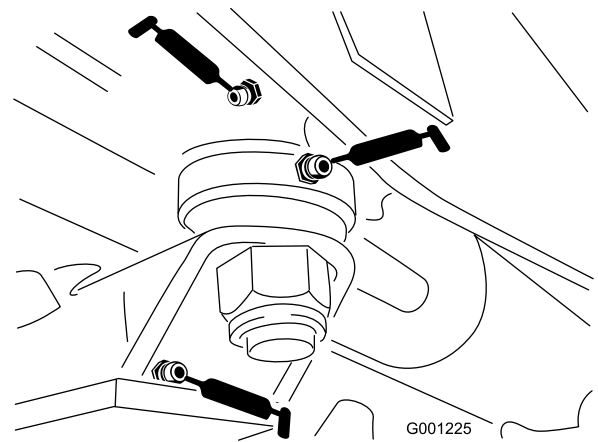

**Figura 39**
- Casquillos de pivote de los frenos (Figura 39)
- Cables de freno (extremos de la rueda motriz y del pedal de freno) (Figura 39)